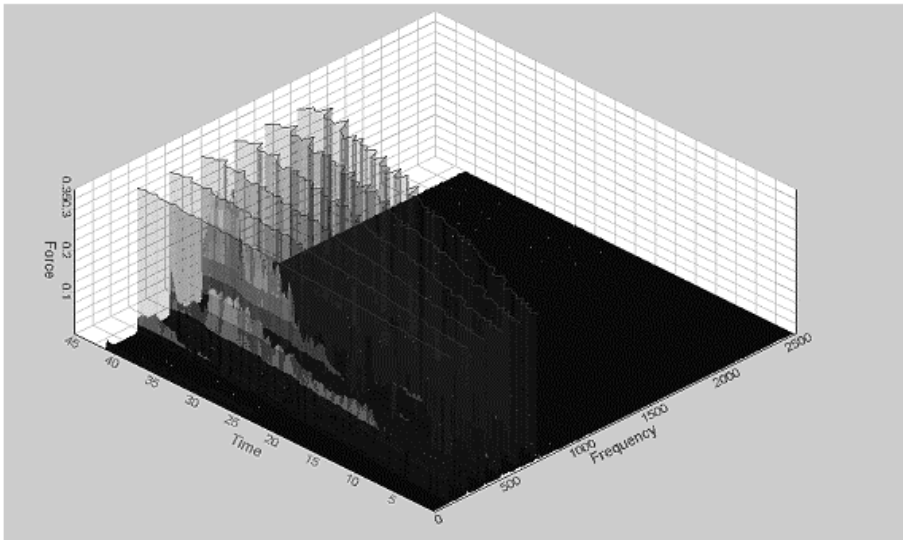

图 13-110 创建切割线
- (1) 单击 Data Query (🌈) 按钮。
- (2) 从面板区单击 Add n 按钮。
- (3) 为 Input 和 Time Vector 选择 RPM vs Time - Raw。
- (4) 在 Order List 输入 1 - 6。
- (5) 勾选 Input vector is in RPM 复选框。
- (6) 单击 OK 按钮，生成如图 13-110 所示的切割线。